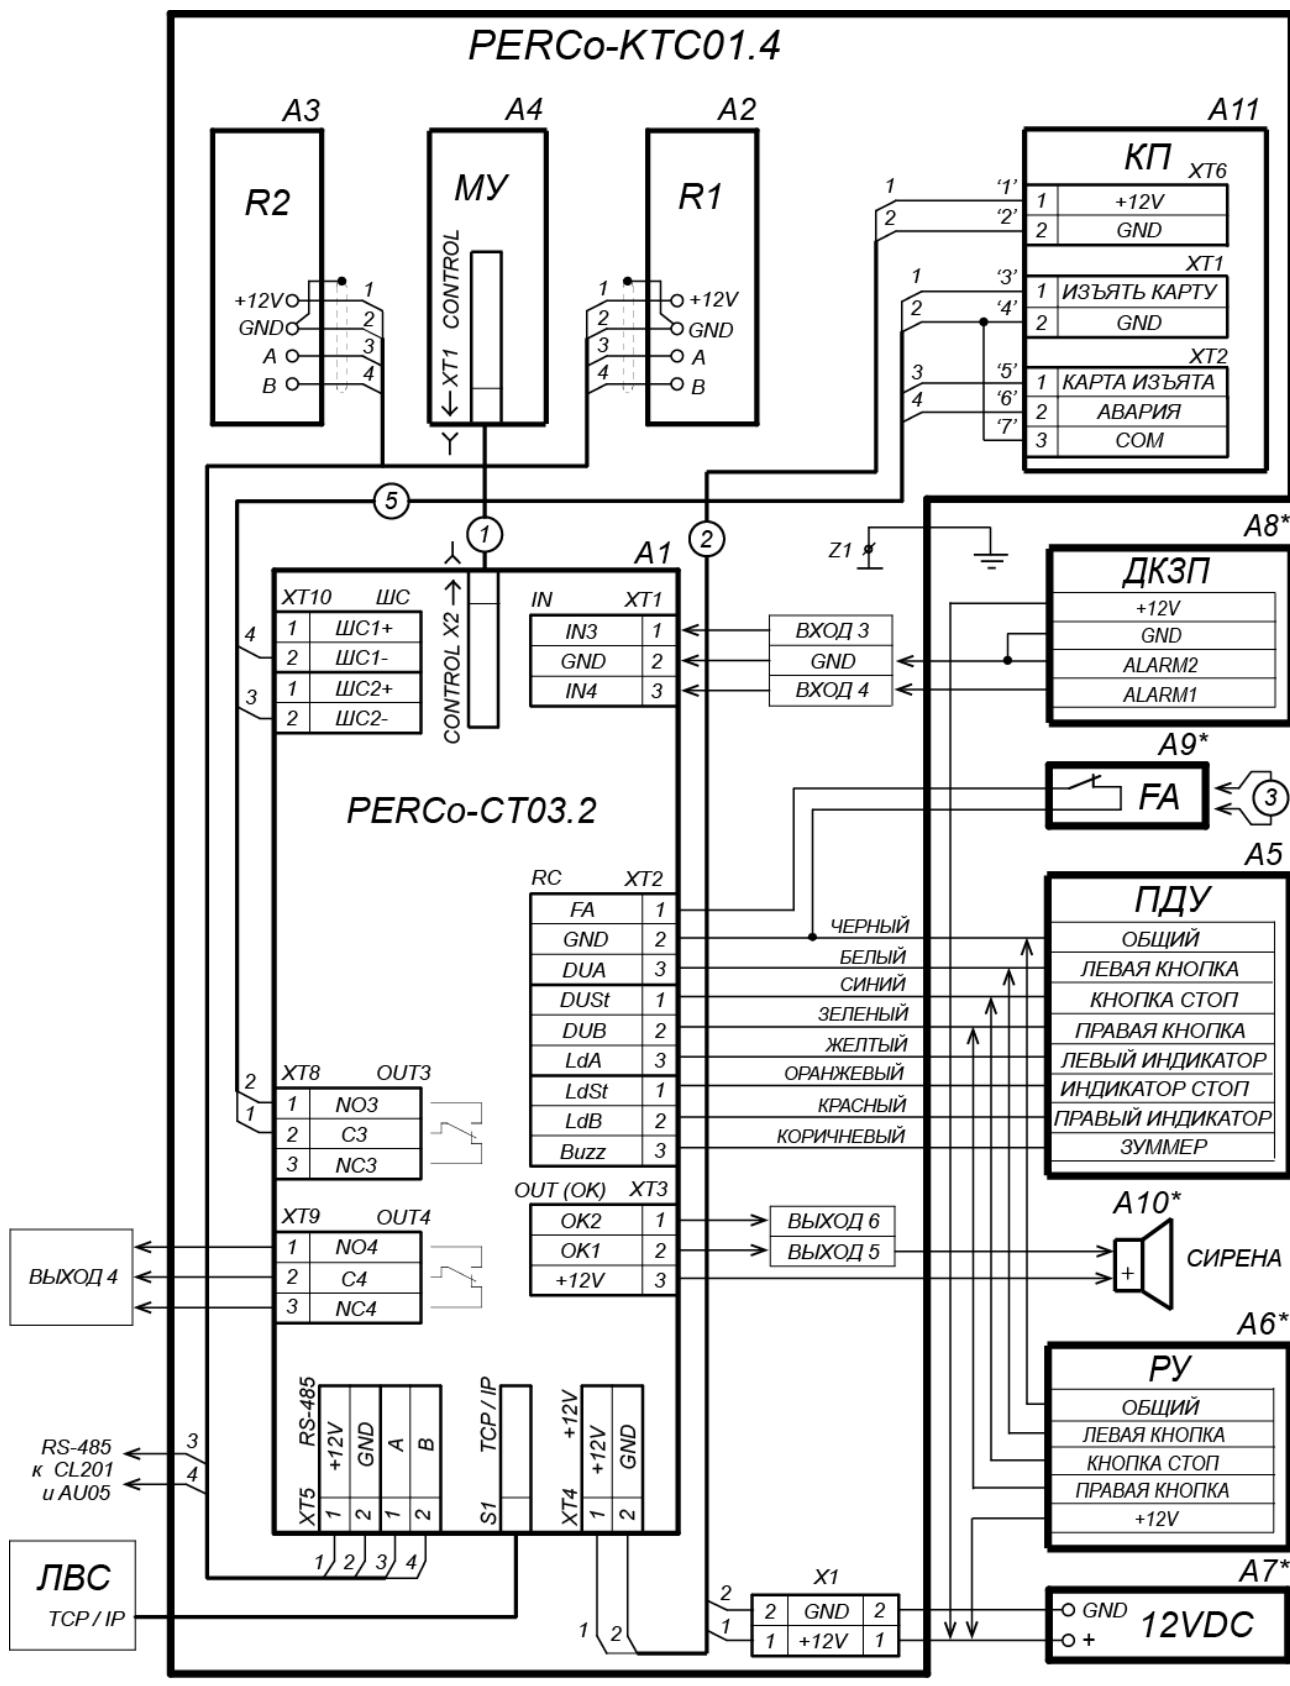

Рисунок 13. Схема подключения ЭП и дополнительного оборудования
Расположение клеммных колодок на нижней плате контроллера ЭП показано на рис. 5, назначение контактов клеммных колодок указано в табл. 1. Схема подключения приведена на рис. 13. Используемые при подключении типы кабелей указаны в табл. 4. При монтаже ЭП придерживайтесь следующей последовательности действий:
11. Подключите кабель питания (15) к выносной клеммной колодке **X1** на плате контроллера ЭП согласно схеме, приведенной на рис. 13.
12. Подключите кабель (13) ПДУ (12) к клеммной колодке **XT2** на плате контроллера ЭП согласно схеме, приведенной на рис. 13.
13. Подключите при необходимости кабели от других устройств к соответствующим клеммным колодкам платы контроллера ЭП согласно схеме (см. рис. 13).
позиционные обозначения А1-А4 и Z1 – указаны на рис. 13
10. Подсоедините кабель картоприемника к плате управления картоприемника согласно схеме на рис. 13 и рис. 6.
11. Установите и закрепите торцевые крышки (9) в порядке, обратном снятию.
12. Установите в рабочее положение контейнер картоприемника со стороны механизма картоприемника, а заглушку (10) – с противоположной стороны.
13. Установите крышку (3) в рабочее положение (см. разд. 6).